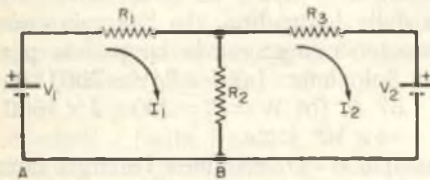

Fig. 7
Esempio 8 - La fig. 7 mostra una rete a due maglie ed in ciascuna maglia è indi-
Esempio 9 - Se, nell'esempio 8, $R_1 = 1\ \Omega$, $R_2 = 2\ \Omega$, $R_3 = 4\ \Omega$ e $V_1 = V_2 = 6\text{ V}$, risolvere per I_1 , I_2 e la tensione ai capi di ciascun resistore. Soluzione: sostituendo i valori dati nelle equazioni (1) e (2), otteniamo $6 = 3I_1 - 2I_2$ (equazione 3) e $-6 = -2I_1 + 6I_2$ (equazione 4). Le equazioni (3) e (4) possono essere risolte per I_1 e I_2 in parecchi modi. Se, per esempio, moltiplichiamo l'equazione (3) per 3 e aggiungiamo il risultato all'equazione (4), abbiamo $12 = 7I_1$ e cioè $I_1 = 12/7\text{ A}$. Sostituendo questo valore nell'equazione (4) e risolvendo, $I_2 = -3/7\text{ A}$. Il segno negativo denota che I_2 scorre in direzione opposta a quella supposta nella fig. 7. La tensione ai capi di R_1 è $V = (12/7)1 = 12/7\text{ V}$; ai capi di R_2 è $V = (12/7 + (-3/7))2 = 30/7\text{ V}$; ai capi di R_3 è $V = (-3/7)4 = -12/7\text{ V}$.